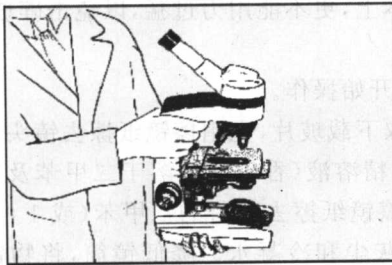
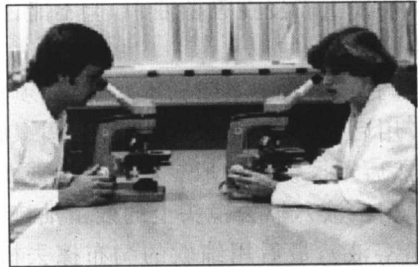

图 1-7 显微镜的搬动
图 1-8 显微镜的放置
1. 领取并检查显微镜:按学号向实验指导老师领取显微镜,所有实验课均对号使用。从显微镜箱中取出显微镜时,用右手紧握镜臂,左手托住镜座,直立平移(图 1-7),轻轻放置在实验台上(图 1-8)。检查各部件是否齐全,镜头是否清洁。若发现有问題应及时报告老师。